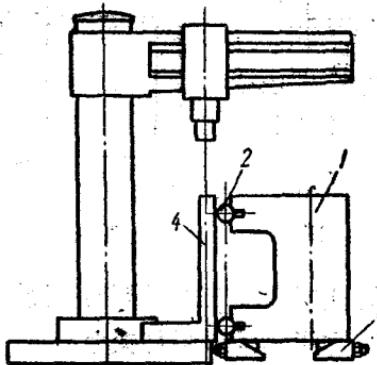

图 1
1) 将床身 1 翻转，臥放在摇臂钻床旁边的适当地方，底面用活动斜铁 3 垫好（如图 1）。以钻床工作台为基准，找正床